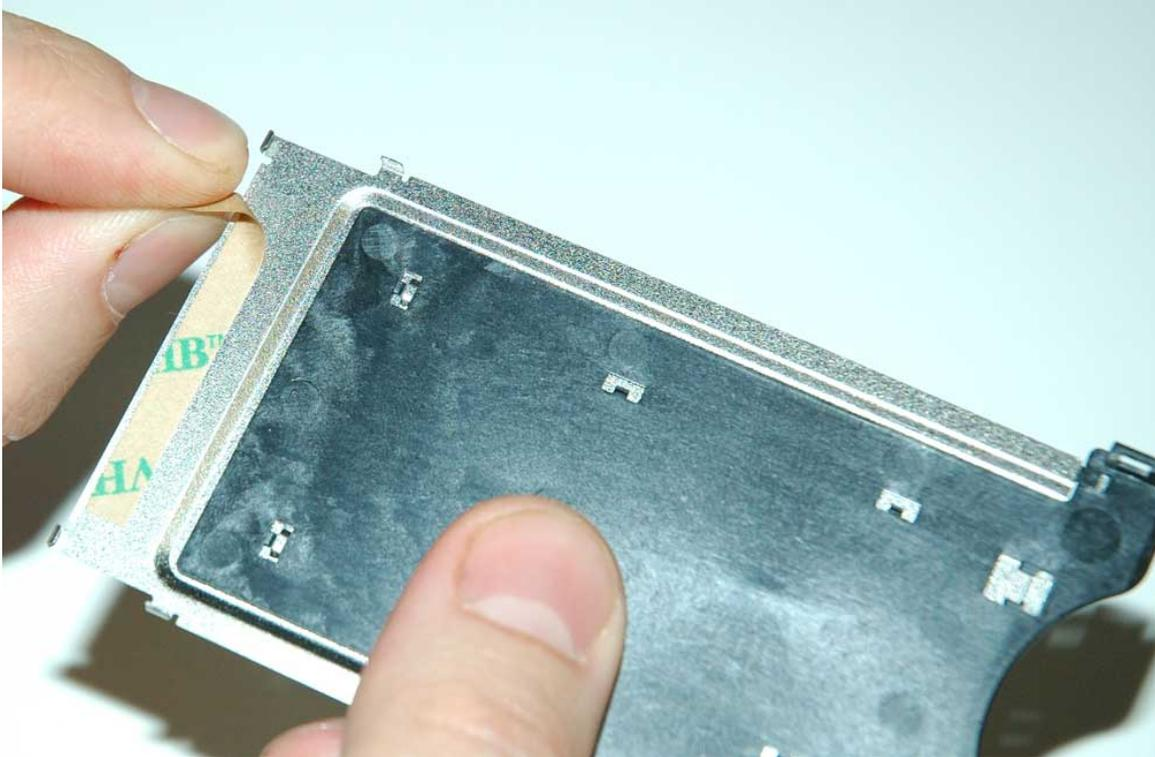

Fig. 36
- Entfernen Sie das Papierstreifen von den Klebstreifen (Fig. 36):